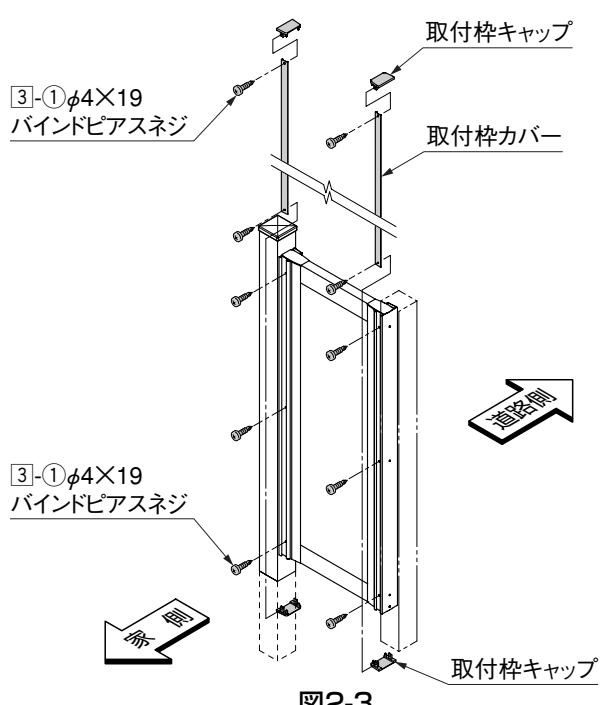

図2-3
- ⑤ スクリーンフェンスを③-①で取付枠に取付けてください。(図2-3参照)
- ⑥ 枠カバーを取り付枠に上部から差込み、下側の取付枠キャップと共に③-①で取付枠に取付けてください。(図2-3参照)
- ⑦ 上側の取付枠キャップを③-①で同様に取付けてください。(図2-3参照)